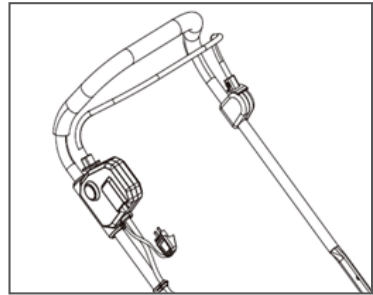

Рис. 11 Положение рычага выключателя и ключа безопасности на выключенном устройстве
6. В случае завершения (перерыва) работы после выключения устройства необходимо извлечь ключ безопасности из гнезда (Рис. 11).